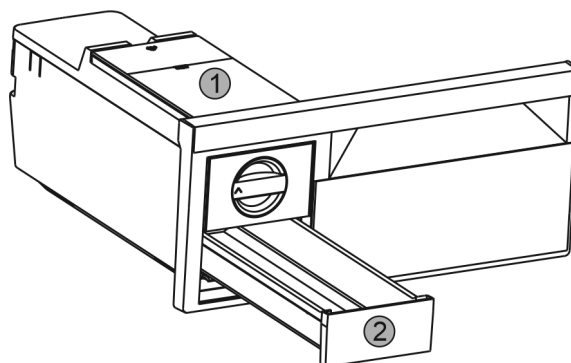

Fig. 53
- ▶ Извлечь бак для воды Fig. 53 (1) и выдвижной ящик для производства кубиков льда Fig. 53 (2).